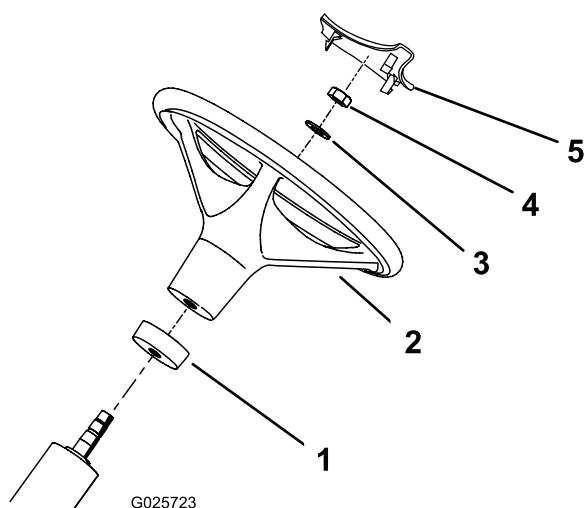

Figura 2
2. Deslice el collar de gomaespuma (empezando por el extremo más pequeño) sobre la columna de dirección (Figura 2).
3. Deslice el volante sobre la columna de dirección (Figura 2).
4. Fije el volante a la columna de dirección con una arandela y una contratuerca (Figura 2).
6. Coloque el embellecedor en su posición en el volante y presione para sujetarlo (Figura 2).